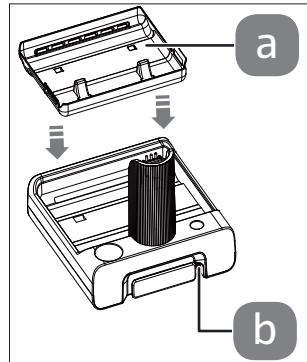

Fig. 4 – Station de charge
- ▶ Branchez le connecteur cylindrique de l'adaptateur secteur fourni sur la prise au dos de la station de charge (b) (**(voir Fig. 4)**).